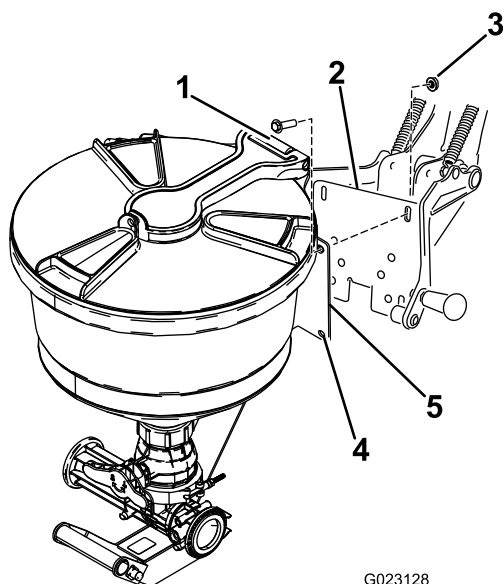

Figura 22
1. Alinee los orificios en la chapa de montaje del eyector con las ranuras en el bastidor de soporte de sujeción (Figura 22).